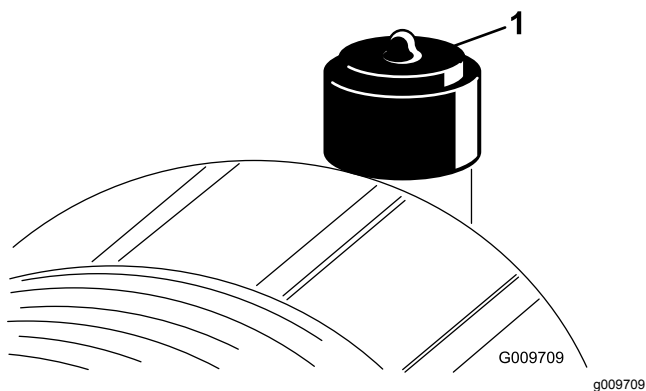

Figure 80
Faites l'entretien du filtre à air uniquement quand l'indicateur de colmatage (Figure 80) indique que cela est nécessaire. Ne remplacez pas le filtre à air plus fréquemment que nécessaire ; cela ne fait qu'accroître le risque de contamination du moteur par des impuretés quand le filtre est déposé.
2. Réarmez l'indicateur de colmatage (Figure 80) s'il est rouge.